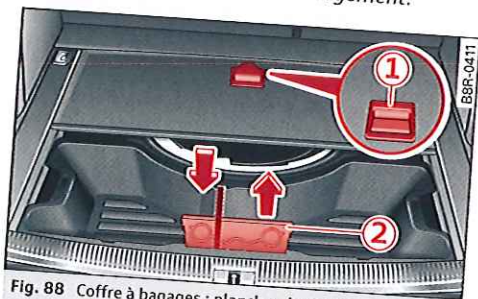

Fig. 88 Coffre à bagages : plancher de chargement plié avec bac*
- Soulevez le plancher de chargement en saisissant la poignée ⇒ fig. 88 ① et pliez-le.